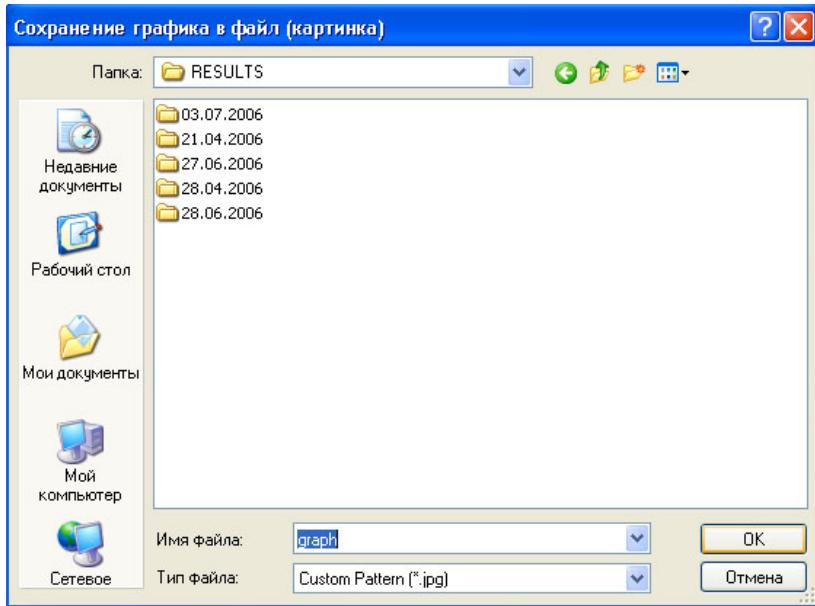

Рис. 5.4. Диалоговое окно (сохранение графика в виде картинки).
*Сохранить изображение* (**Ctrl + P**) – сохраняет текущее изображение на экране в файл типа \*.jpg, причём пользователь в диалоговом окне (Рис. 5.4) сам может задать имя файла и выбрать папку для его размещения.